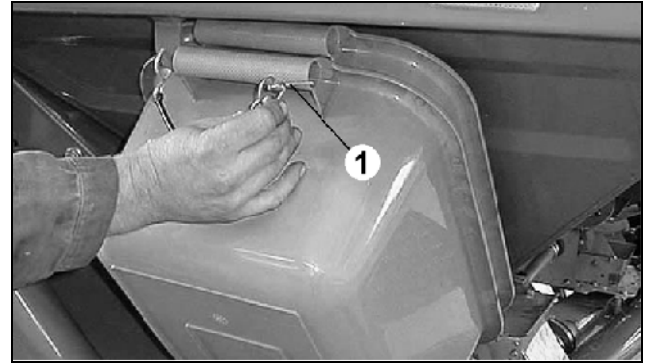

Fig. 81
Die Auffangbehälter stecken in einer Halterung und sind mit einem Klapstecker (Fig. 81/1) gesichert.
- Auffangbehälter (Fig. 81) an der Halterung befestigen und mit einem Klappstecker sichern